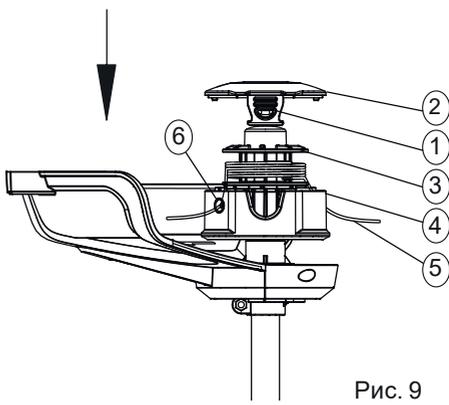

Рис. 9
6. Вытяните конец одной лески (6) и вставьте его в одно из отверстий (5). Леска должна выступать из крышки катушки примерно на 11 см (рис. 9).
7. Вытяните конец другой лески и вставьте его в другое отверстие. Леска должна выступать из крышки катушки примерно на 11 см (рис. 9).
8. Совместите язычки (1) на крышке катушки с пазами в корпусе (рис. 9).